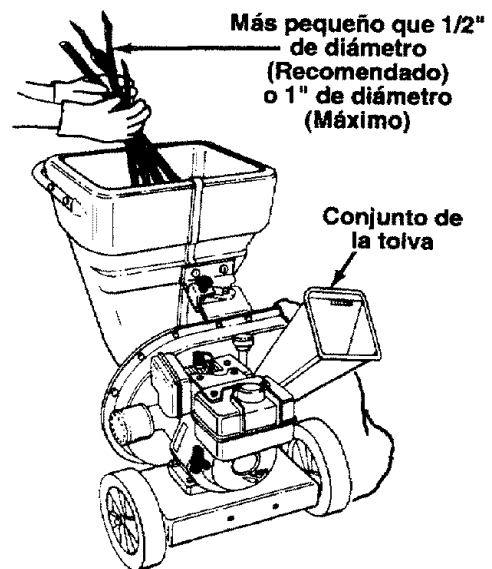

FIGURA 5.
- Hojas y ramas pequeñas de hasta 1/2" de diámetro (recomendado) o 1" de diámetro (máximo) pueden alimentarse en el conjunto de la tolva cuando está en la posición elevada. Vea la figura 5. Si fuera necesario empujar el material dentro de la picadora-desmenuzadora use un palo de diámetro pequeño - NO SUS MANOS. El palo debería ser suficientemente pequeño para ser molido si quedara atrapado en el conjunto propulsor.